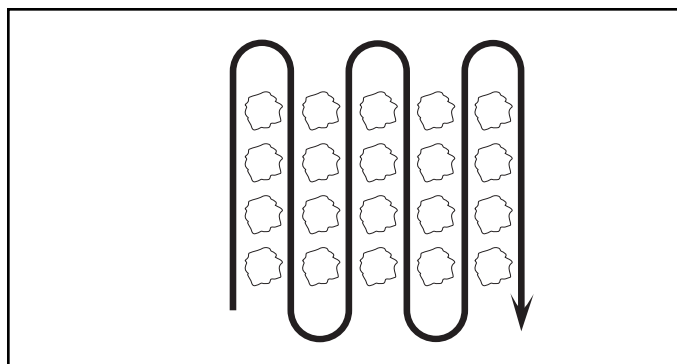

FIG. 15
- Cultive hacia arriba y hacia abajo las hileras a una velocidad que le permita a los brazos sacar las raíces de las malezas y dejar el suelo en condiciones ásperas, para desalentar el desarrollo de las malezas y el césped (Vea la Fig. 15).